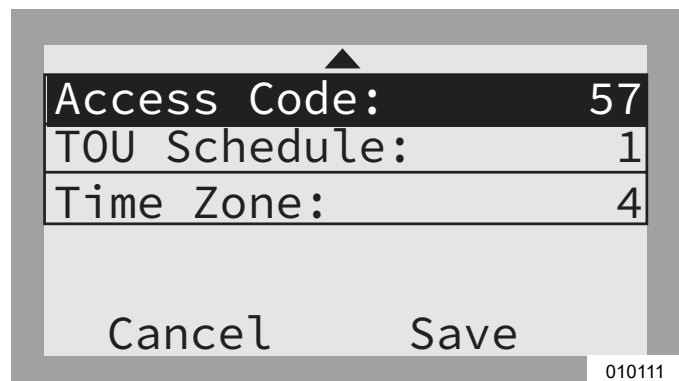

Figura 6-16. Configuración del programa TOU (3 de 4)
3. Consulte la Figura 6-16. Use las flechas hacia arriba y hacia abajo para resaltar Access Code (Código de acceso) y presione el botón central para seleccionar.